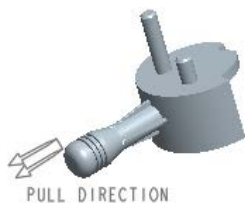

图 10.3 调整模具坐标系前
Step4. 在“布局”对话框的 **布局** 区域中单击  **单一** 单选项，在“布局”对话框中单击  **预览** 按钮，结果如图 10.3 所示。
(1) 在“布局”对话框中的 **参考模型起点与定向** 区域中单击  按钮，系统弹出“获得坐标系类型”菜单。
(2) 定义坐标系类型。在“获得坐标系类型”菜单中选择 **Dynamic (动态)** 命令，系统弹出“参考模型方向”对话框。
(3) 旋转坐标系。在轴的区域中单击 **Y** 按钮，在“参考模型方向”对话框的 **角度** 文本框中输入数值 90。